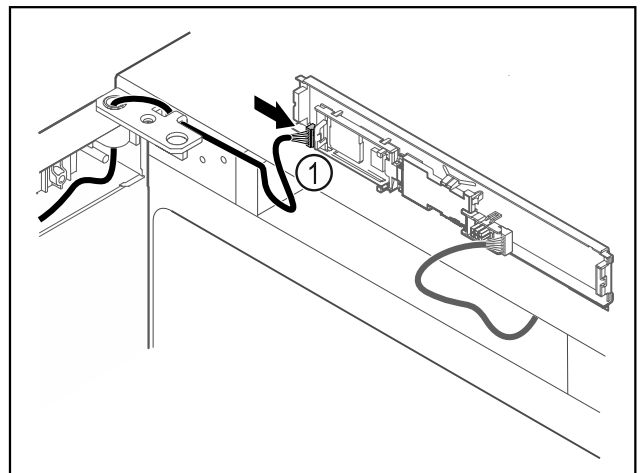

Fig. 64
- Встановити штекер Fig. 64 (1) на плиті.